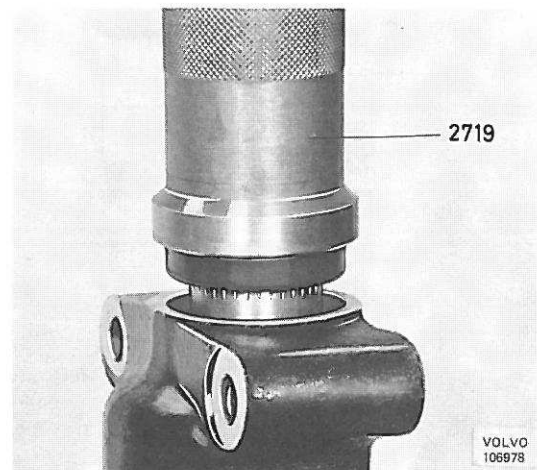

Figure 81. Mise en place de la bague d'étanchéité, axe porte-galet
6. Enduire le joint d'étanchéité d'huile et le monter avec la douille 2719, voir figure 81.